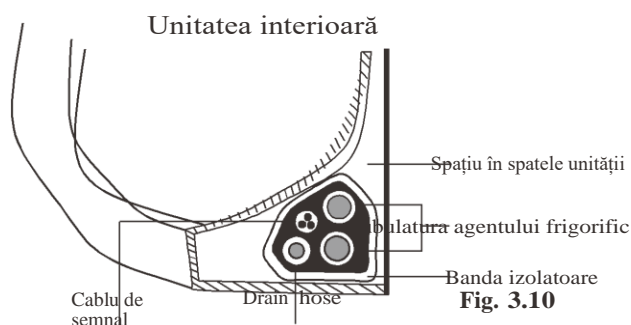

Fig. 3.10
- Cuplați furtunul de evacuare, conductele de agent frigorific și cablul de semnal conform **Fig. 3.10**.
- Folosind banda de izolare, înfășurați bine firul de semnal, conductele de agent frigorific și furtunul de evacuare. Verificați dublu că toate elementele sunt grupate în conformitate cu **Fig. 3.10**.